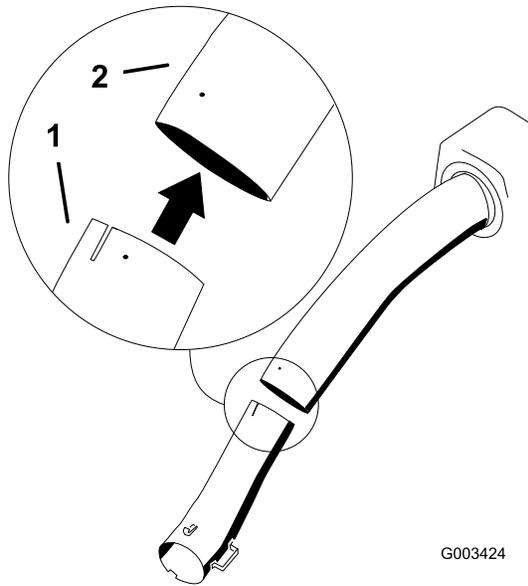

Bild 50
7. Setzen Sie das untere Rohr in das obere Rohr ein (Bild 50).